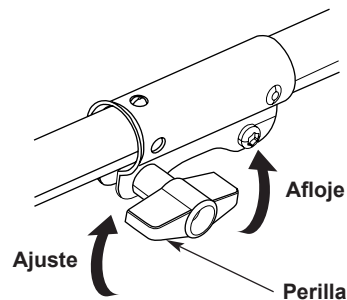

Fig. 3
3. Gire la perilla hacia la izquierda para aflojar el acoplamiento (Fig. 3).
2. Gire la perilla hacia la izquierda para aflojar el acoplamiento (Fig. 3).